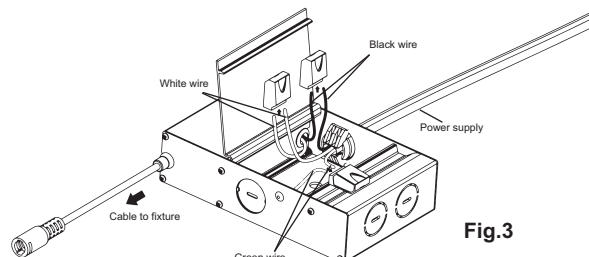

Fig.3
- Insert the electrical supply cable through the knockout and secure with a cable connector. Wire driver box (Fig. 3): white - white, black-black, green-green/ground. Insérez le câble d'alimentation électrique dans la découpe et fixez-le avec un connecteur de câble. Boîtier de commande de fil (Fig.3): blanc - blanc, noir-noir, vert-vert / terre